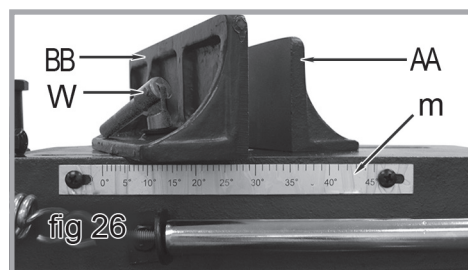

fig 26
1. Localisez l'échelle d'onglet à l'arrière de la scie à ruban (m, fig 26).
2. Localisez la poignée de verrouillage d'angle (W, figure 26).
3. Tournez la poignée de verrouillage d'onglet dans le sens antihoraire pour desserrer la plaque d'onglet de l'étau (BB, figure 26).